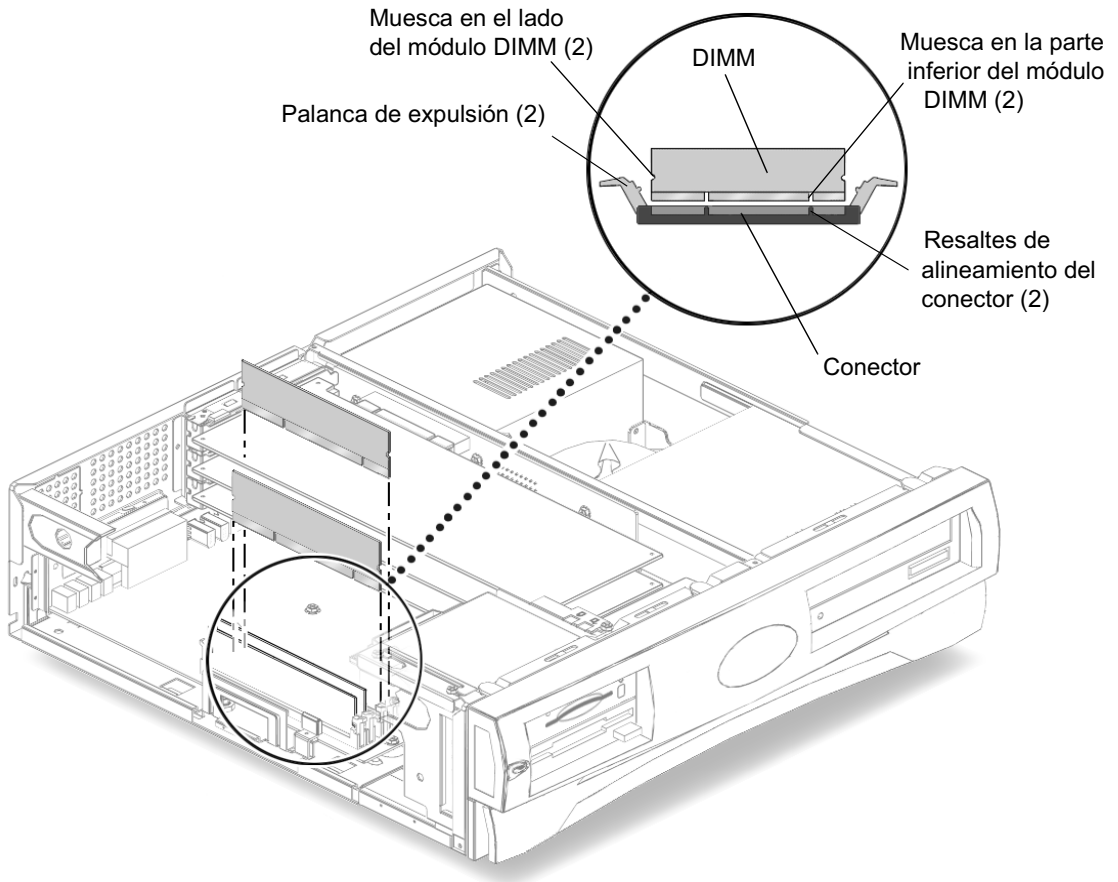

FIGURA 4-7 Instalación de módulos DIMM
2. Separe las palancas de expulsión situadas en cada extremo de un conector para módulos DIMM vacío de la placa base (FIGURA 4-7).